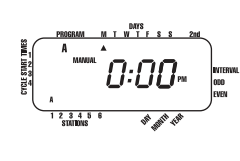

FIGURA 11: Irrigazione manuale solo del programma A o B
**NEXT.** Ciò attiverà le stazioni con una durata assegnata solo del programma A. Per avviare questa irrigazione semi-automatica, premere **ENTER** [vedere figura 11].